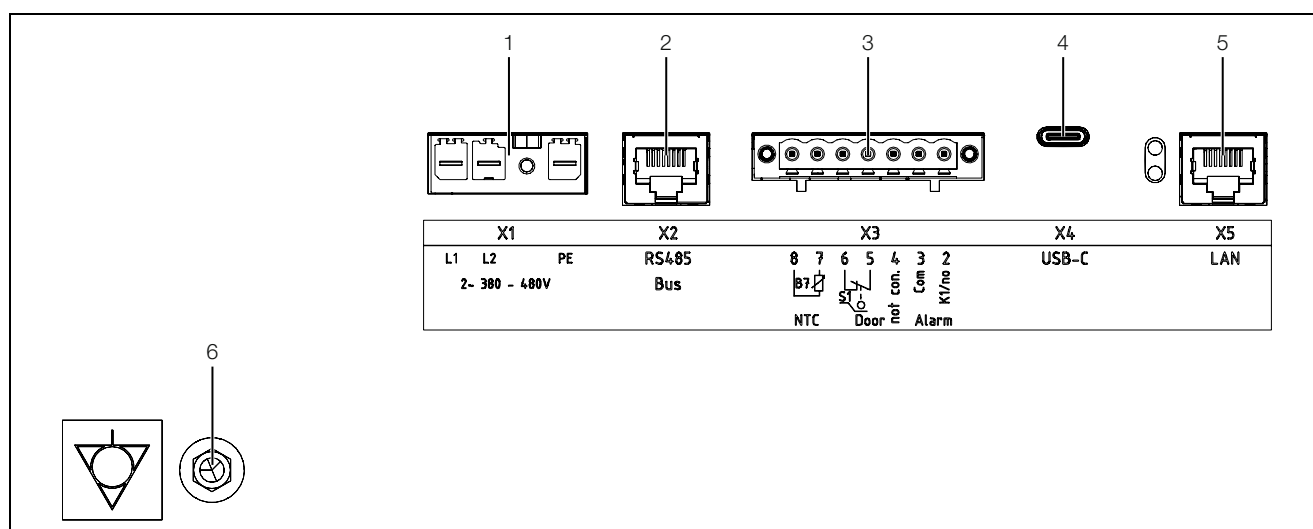

Bild 43: Nätanslutning och gränssnitt
Om aggregatet av EMC-tekniska skäl ansluts till kundens potentialutjämning kan en ledare med större tvärsnitt anslutas till potentialutjämningsanslutningspunkt. Anslutningspunkten är märkt med den nödvändiga kopplingssymbolen (bild 43, pos. 6).
– Kabelskärmen kan anslutas vid potentialutjämningspunkten (bild 43).